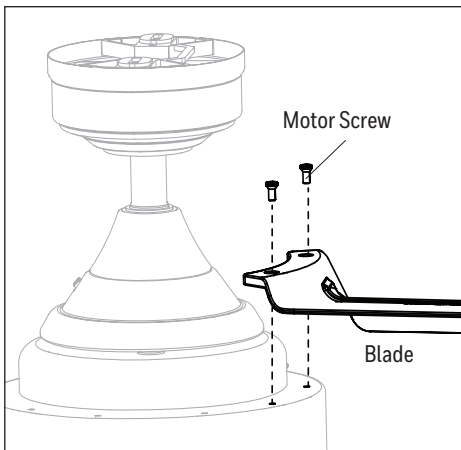

Figure 5.4
4. Install the blade to the top side of the motor with motor screws. Tighten with Phillips screwdriver (not included). Repeat for each blade. Serrez le tout à l'aide d'un tournevis à tête cruciforme (non inclus). Faites de même pour chaque pale (Figure 5.4).